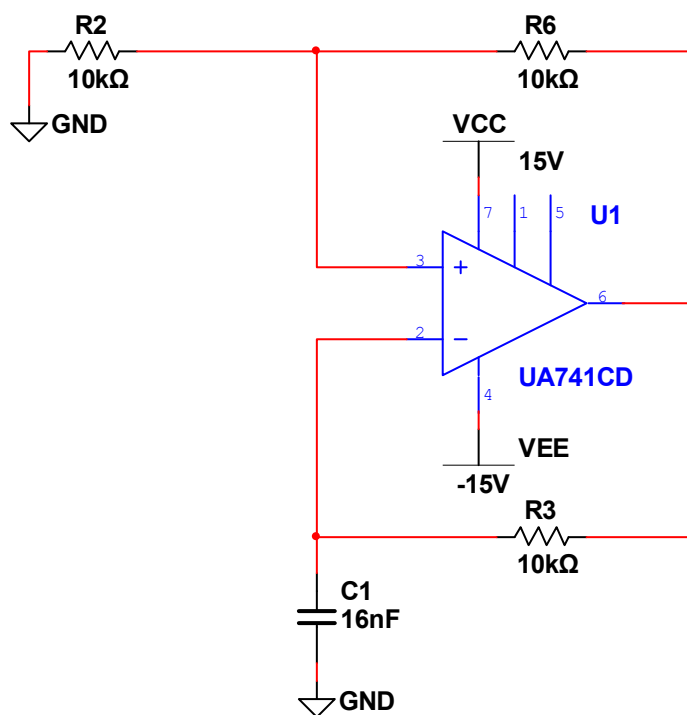

Рис. 6.4.1
- 1.1. Собрать схему автоколебательного мультивибратора (рис. 6.4.1). Установить значения элементов, полученные в ходе предварительного расчета.